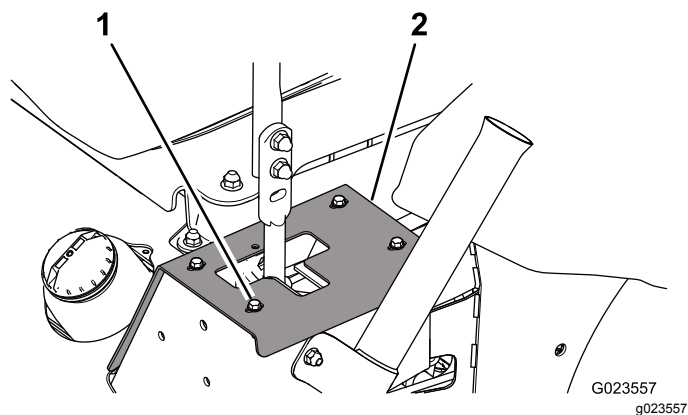

図 62
2. ストッププレートをフレームに固定しているボルトを外して、ダンパ取り付けボルトにアクセスできるようにする 図 62。